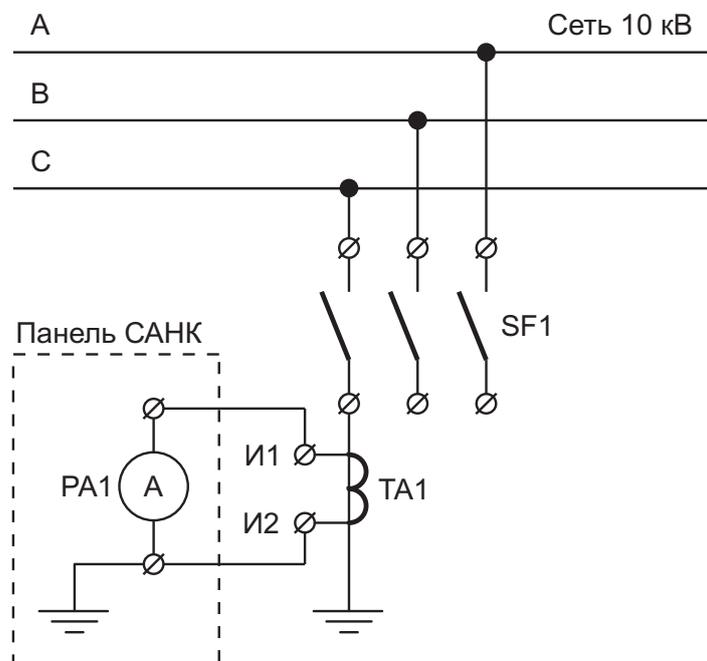

Рисунок 2.1 — Схема участка сети при проведении опыта ОЗЗ
- 4) Собрать схему проведения однофазного замыкания (Рисунок 2.1);